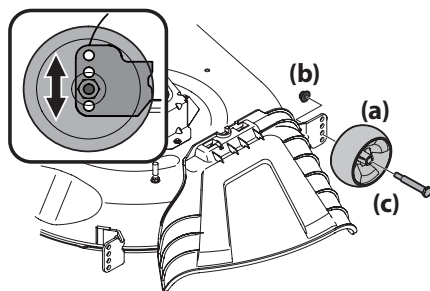

Figura 12
- b. Retire las ruedas de la plataforma (a) retirando las tuercas de seguridad con brida (b) y los tornillos con reborde (c) que los sujetan a la plataforma. Consulte la Figura 12.